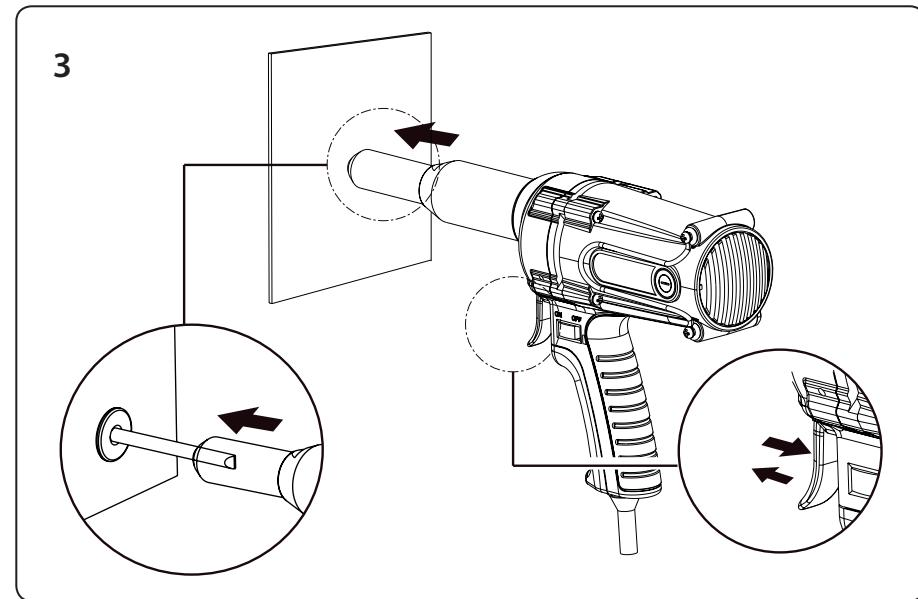

Fig.5
c) Inserire il gambo del rivetto nel foro del rivetto a vite nella pistola rivettatrice e premere e rilasciare immediatamente il grilletto della pistola senza tenerlo, vedere il passaggio 3, Fig.5. Il grilletto della pistola non deve essere tenuto.